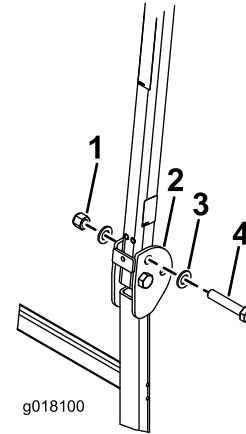

Figura 8
2. Coloque una arandela (13/16" x 1½") en cada perno (¾" x 4"), según se muestra en Figura 8.
3. En los taladros de donde se retiraron los pasadores, instale los pernos y las arandelas (Figura 8).
4. Coloque otra arandela sobre cada perno y sujételas con tuercas (¾"), según se muestra en Figura 8. Apriete las tuercas a 323–396 N·m.
5. Apriete el perno de pivote del ROPS (Figura 8) a 91–113 N·m para evitar que reboten la barra antivuelco y el toldo.